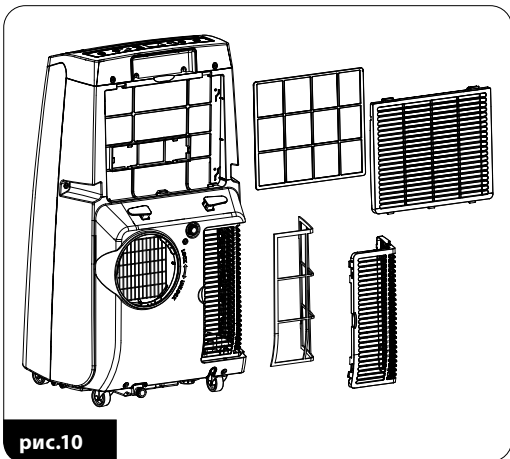

рис.10
**ВНИМАНИЕ!** Сосуд или дренажная система должны находиться ниже отверстия для слива воды (6).
**ВНИМАНИЕ!** Не подключайте дренажную трубку к отверстию для слива воды (10) – конденсирующаяся вода необходима для охлаждения прибора.
2. Чистите фильтры каждые 2 недели или чаще (если эффективность кондиционера падает). Фильтры находятся с внутренней стороны решеток входа воздуха (8) и (13). Чистите их следующим образом:
- с задней части корпуса кондиционера снимите с защелок верхнюю (13) и нижнюю (8) решетку входа воздуха, а с внутренней стороны решеток снимите фильтры (рис. 10), осторожно поддевая защелки (выполняйте эти действия очень аккуратно, чтобы не повредить фильтры и решетки)